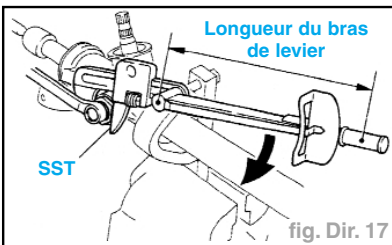

fig. Dir. 17
**Nota** : • Utiliser le SST réf. **09922-10010** dans le sens illustré (fig. Dir. 17).